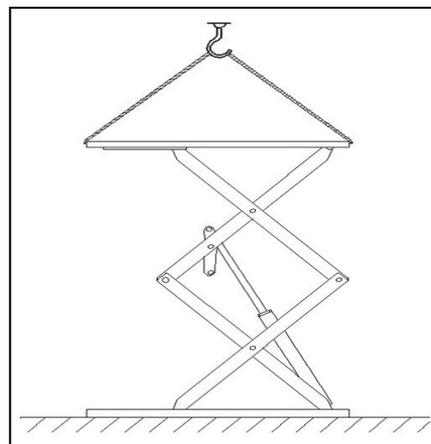

Figura 12
- Use o empilhador ou outros equipamentos de elevação para levantar a plataforma (Figura 12) e verifique se o equipamento de segurança da máquina está ligado e travado.